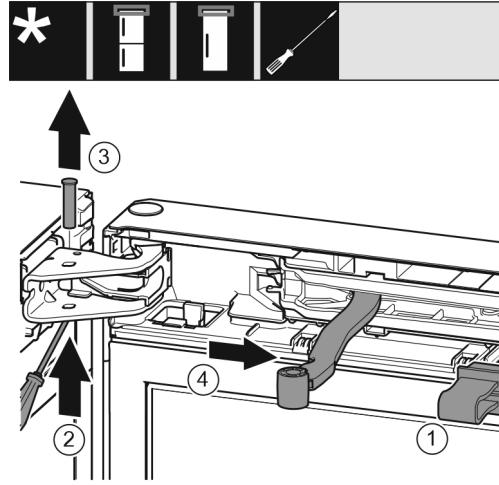

Fig. 8
► Зафиксируйте предохранитель в отверстии. Fig. 8 (1)
► Выкрутите палец при помощи отвертки. Fig. 8 (2)
► Извлеките палец движением вверх. Fig. 8 (3)
► Поверните шарнир в направлении двери. Fig. 8 (4)